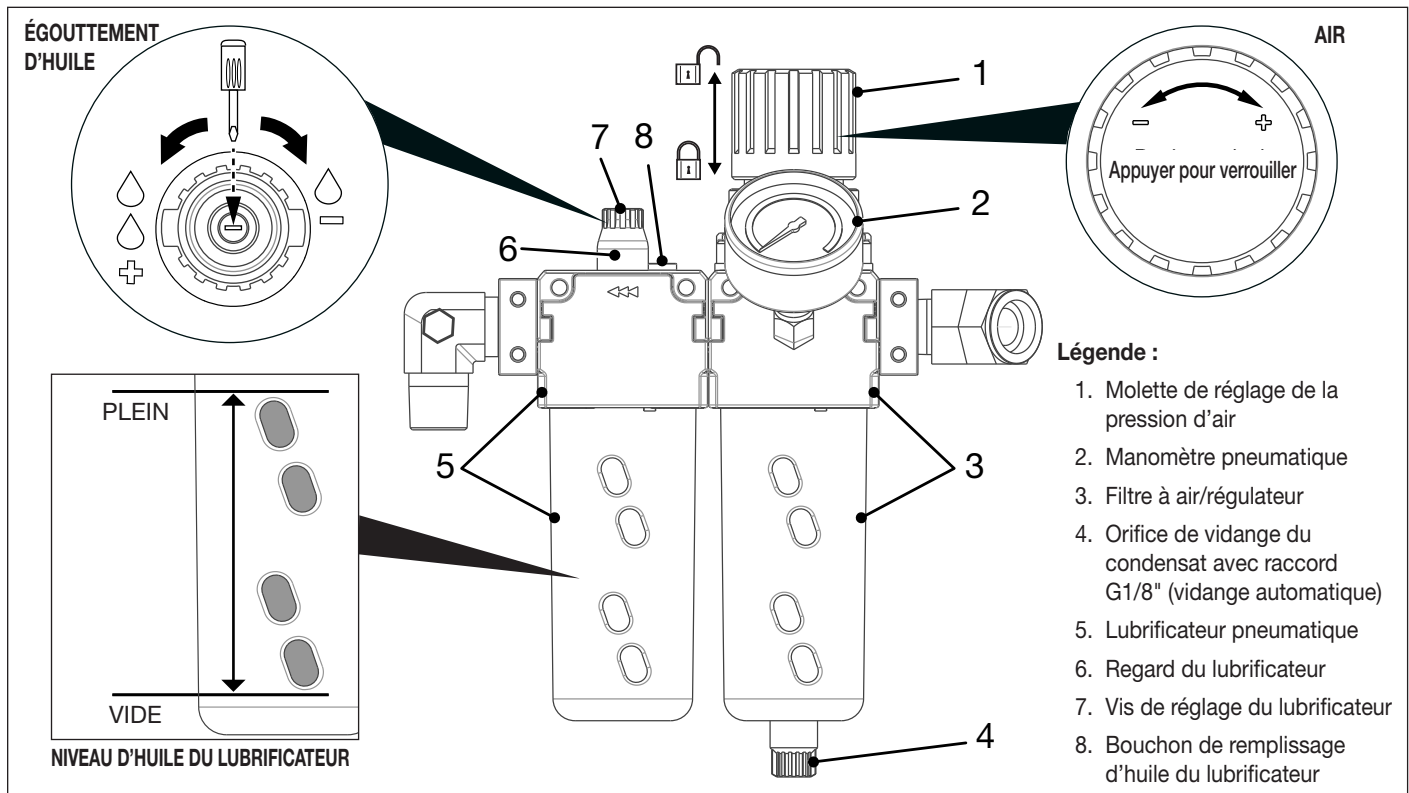

Figure 6 : Filtre à air/régulateur et lubrificateur pneumatique
Pour régler la pression d'air : arrêtez la pompe et tirez la molette de réglage de la pression d'air pour déverrouiller le réglage. Tournez la molette dans le sens des aiguilles d'une montre pour augmenter le réglage et dans le sens inverse des aiguilles d'une montre pour le réduire. Appuyez sur la molette pour verrouiller le réglage. Un manomètre situé à l'avant du régulateur indique la pression d'air. Reportez-vous à la Figure 6.
Le lubrificateur pneumatique injecte de l'huile dans le flux d'air comprimé, ce qui assure la lubrification du moteur pneumatique de la pompe. Reportez-vous à la Figure 6. Du lubrifiant (à fournir par l'utilisateur) doit être ajouté au lubrificateur pneumatique avant le démarrage initial de la pompe.
3. Ajoutez doucement le lubrifiant dans la mesure requise. Reportez-vous au graphique du niveau d'huile de la Figure 6.
Le débit d'égouttement du lubrificateur pneumatique doit être réglé avant d'utiliser la clé dynamométrique sur un écrou ou un boulon. Reportez-vous à la Figure 6.